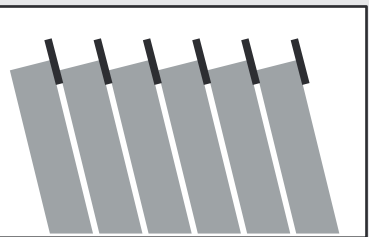

Figura 2 - Detalhes dos separadores de papelão
- h) Na estocagem, é importante utilizar os separadores de papelão originais aplicados nas esquadrias para impedir que o contato entre elas possa danificar o alumínio, (Conforme Figura 2).